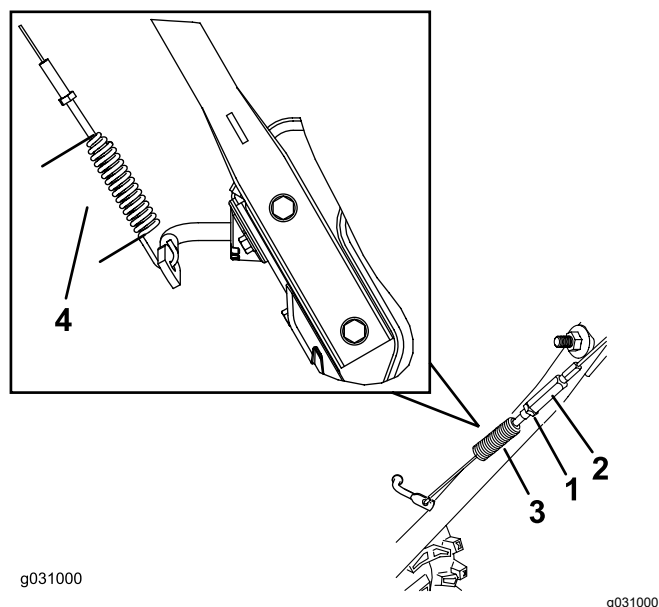

Figura 31
1. Afloje la contratuerca (Figura 31).
3. Afloje o apriete el tensor para ajustar la longitud del muelle a 7 cm (2¾"), como se muestra en la Figura 31.
4. Apriete la contratuerca (Figura 31), asegurándose de que hay una ligera tensión en el cable.